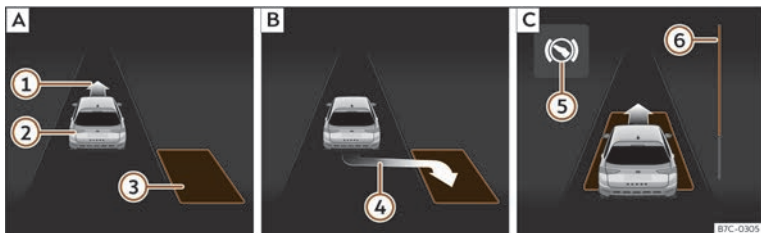
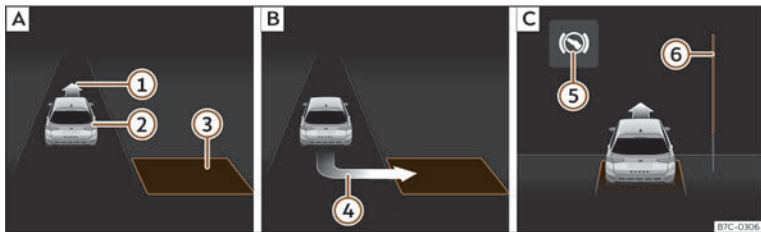

Fig. 136 Sur l'écran du combiné d'instruments : stationner en créneau. **A** : Chercher une place de stationnement. **B** : Position pour stationner. **C** : Manœuvrer.
Fig. 137 Sur l'écran du combiné d'instruments : stationner en bataille. **A** : Chercher une place de stationnement. **B** : Position pour stationner. **C** : Manœuvrer.
stationner >>> **fig. 136 B** ou >>> **fig. 137 B** a été atteinte. La place sera considérée comme « appropriée » si l'indication de stationnement (④) apparaît à l'écran du combiné d'instruments.
- Reculez jusqu'à ce que retentisse le signal continu du ParkPilot ; **OU** : reculez jusqu'à ce que l'indication de passer en marche avant >>> **fig. 136** [C] ou >>> **fig. 137** [C] apparaisse à l'écran du combiné d'instruments ; **OU** : reculez jusqu'à ce que le message **Park Assist terminé** apparaisse à l'écran du combiné d'instruments. La barre de progression ⑥ indique la distance à parcourir.
- Reculez jusqu'à ce que retentisse le signal continu du ParkPilot ; **OU** : avancez jusqu'à ce que l'indication de passer en marche arrière apparaisse sur l'écran du combiné d'instruments. Le système de stationnement assisté dirige le véhicule en marche avant et en marche arrière jusqu'à ce qu'il soit centré sur la place >>> **fig. 136** [C] ou >>> **fig. 137** [C].
La barre de progression >>> **fig. 136** ⑥ et >>> **fig. 137** ⑥ affiche symboliquement la distance relative qu'il reste à parcourir sur l'écran du combiné d'instruments. Plus la distance est grande, plus la barre de progression est remplie. En circulant en marche avant, le contenu de la barre de progression diminue vers le haut, et en circulant en marche arrière, il diminue vers le bas.